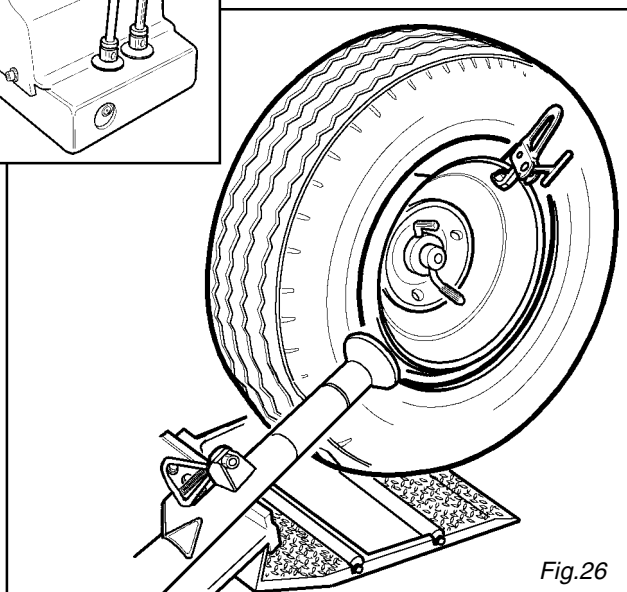

Fig.26
- 9) Ruotare in senso orario lubrificando con apposito grasso e contemporaneamente fare avanzare il rullo a brevi scatti verso il centro del cerchio fino al completo inserimento del pneumatico sul cerchio. (Fig. 26).
- 9) Turn clockwise and grease with the proper grease. At the same time, let the roller move at brief steps towards the rim center until it is completely set on the rim (fig.26)
- 9) Tourner le pneu en sens horaire en graissant par la graisse en dotation et, en même temps, faire avancer le rouleau par petites saccades vers le centre de la jante jusqu'au complet positionnement du pneu sur la jante (fig. 26)
- 9) Rechts drehen, indem schmieren und gleichzeitig das Rollenwerkzeug leicht stoßweise nach Felgenmitte vorrücken lassen, bis voller Einsetzung des Reifens (Abb.26).